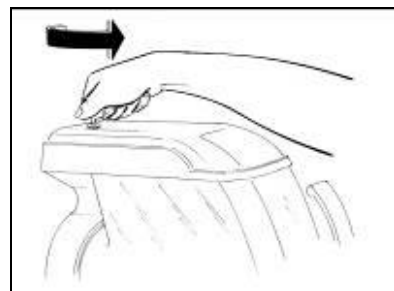
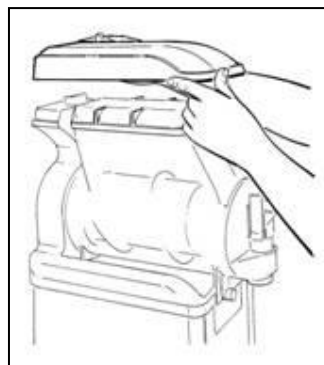

Fig. 1
Fig. 2
L'apparecchio su una superficie orizzontale e solida facendo in modo che la carrozzeria dell'apparecchio sia ben areata (almeno 20 cm di spazio libero, fig.1), installare l'apparecchio in un ambiente asciutto ed evitare di installarlo vicino a fonti di calore.
- **D**opo aver rimosso il fermo attraverso l'apposita chiave (fig.1), rimuovere prima il coperchio di sicurezza, poi il sotto coperchio come mostrato in fig. 2.